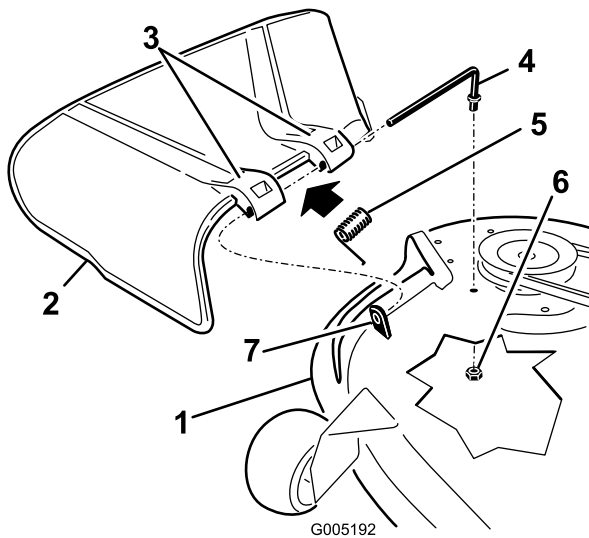

Figure 73
1. Retirez l'écrou ( $\frac{3}{8}$ " ) de la tige, sous le plateau de coupe (Figure 72 et Figure 73).
2. Sortez la tige de la courte cheville de positionnement, du ressort et du déflecteur d'herbe (Figure 72 et Figure 73).
4. Remettez en place le déflecteur d'herbe (Figure 72 et Figure 73).
7. Insérez la tige dans le deuxième support du déflecteur d'herbe (Figure 72 et Figure 73).
9. Fixez l'extrémité arrière de la tige dans le plateau de coupe à l'aide d'un écrou (3/8"), comme montré à la Figure 72 et la Figure 73.